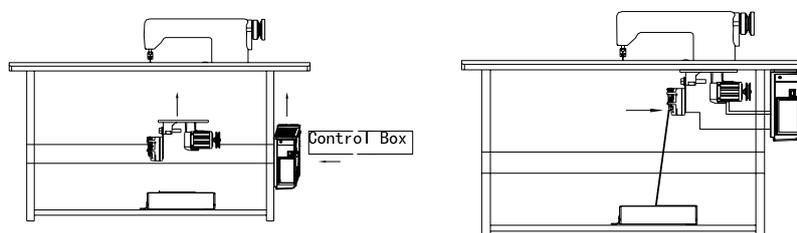

Fig. 2.2
Passo 2 = Installate il motore (fig.2.2) ed assicurate il sostegno